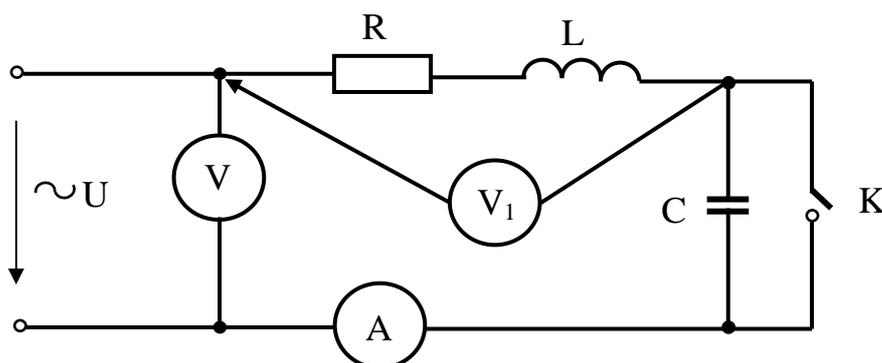

Рис. 3.1.
2. Изменением каких параметров цепи или источника питания в схеме, изображенной на рис. 3.1, можно добиться резонанса напряжений? Записать его условие для этой схемы.
3. Рассчитать $f_{рез}$ в исследуемой схеме (рис. 3.1). Параметры элементов схемы для расчета взять из таблицы 3.1, номер варианта выбирается по указанию преподавателя.
Элементы и приборы схемы электрической цепи, изображенной на рис. 3.1.:
1. Собрать цепь по схеме, показанной на рис. 3.1.